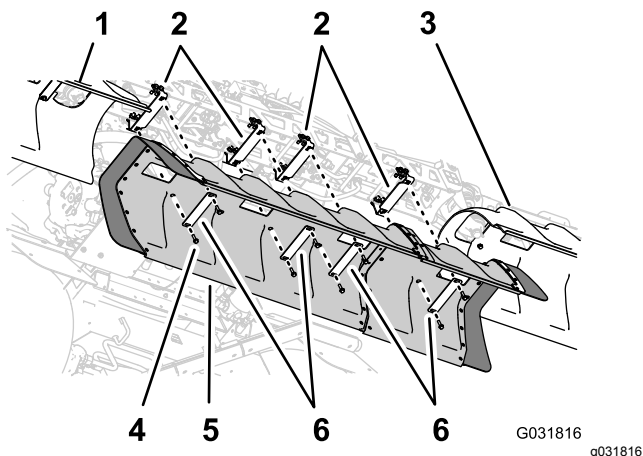

Рисунок 185
1. Совместите отверстия в кожухе средней секции с отверстиями в опорных кронштейнах для кожуха средней секции (Рисунок 185).
2. Совместите отверстия в двух хомутах кожуха, снятых при выполнении пункта 1 раздела 6 Снятие кожуха средней секции \(с 11 соплами\) дополнительного комплекта закрытой стрелы \(страница 17\), со шлангом в кожухе и двумя опорными кронштейнами (Рисунок 185).
4. Совместите отверстия в двух хомутах кожуха (номер 120-0629 по каталогу Того) с 4 оставшимися отверстиями в кожухе и 4 оставшимися отверстиями в опорных кронштейнах (Рисунок 185).
5. Установите хомуты кожуха и кожух на опорные кронштейны (Рисунок 185) при помощи 4 болтов с фланцевыми головками (5/16 x 1-1/4 дюйма – номер 323-36 по каталогу Того).